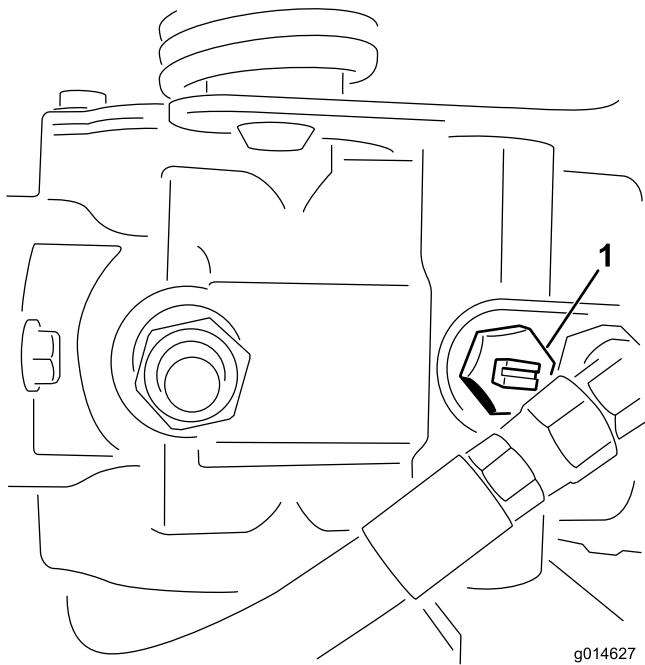

图40
- 找到并旋转泵上的旁通阀，使槽处于垂直位置（图 40）。
2. 启动发动机之前，旋转旁通阀，使槽处于水平位置，这样就可以关闭旁通阀（图40）。旁通阀打开时，切勿启动发动机。